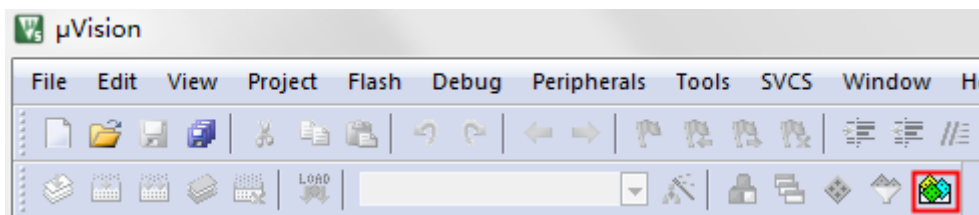

图 2.18 启动 Pack installer
(2) 如果双击无法安装，可以使用 Pack Installer 的方式进行安装。点击 Keil 界面中的图标启动 Pack Installer。如图 2.18 所示。